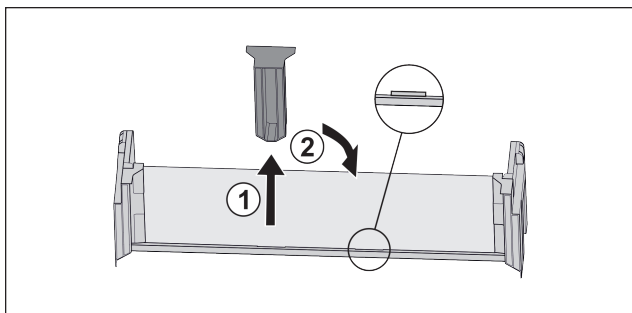

Fig. 107
- Stiahnite stredný prídržný diel Fig. 107 (1).
- Nasadte stredný prídržný diel do druhej pozície Fig. 107 (2).